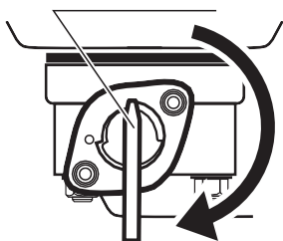

Рис. 17
- Откройте топливный кран генератора, повернув его рычаг в положение «Открыто» (рис. 17).